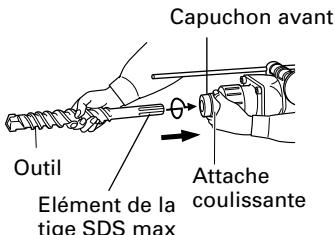

Fig. 2
- (1) Nettoyer, puis graisser la queue de l'outil avec la graisse fournie à cet effet en tube vert.
- (2) Pour fixer l'outil (tige SDS max), l'insérer dans l'orifice jusqu'à ce qu'il touche l'extrémité intérieure de l'orifice comme indiqué sur la Fig. 2. Si l'on continue à tourner l'outil en exerçant une légère pression, l'on sentira un endroit où il y a un obstacle. A cet endroit, tirer l'attache coulissante dans le sens de la flèche et insérer l'outil à fond jusqu'à ce qu'il touche l'extrémité intérieure.